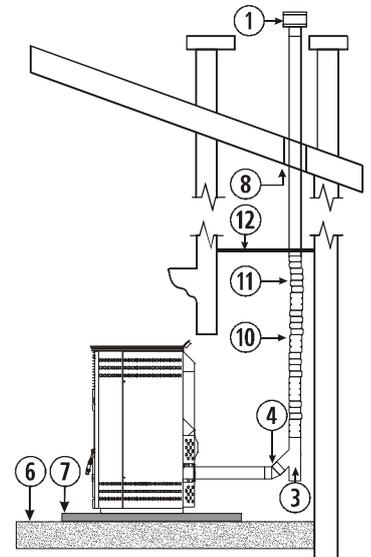

Figura 5
4.43. Instalar la estufa según la figura 5, teniendo especial cuidado en colocar una tapa metálica y tubo de acero inoxidable de salida de gases.
①	Sombbrero antiviento.
③	Te de 135° con registro.
④	Codo de 45°.
⑥	Suelo de madera.
⑦	Protector del suelo no combustible.
⑧	Separación de 100 milímetros.
⑩	Tubo de acero inoxidable flexible Ø80mm
⑪	Manguito adaptador de flexible a rígido.
⑫	Tapa metálica.